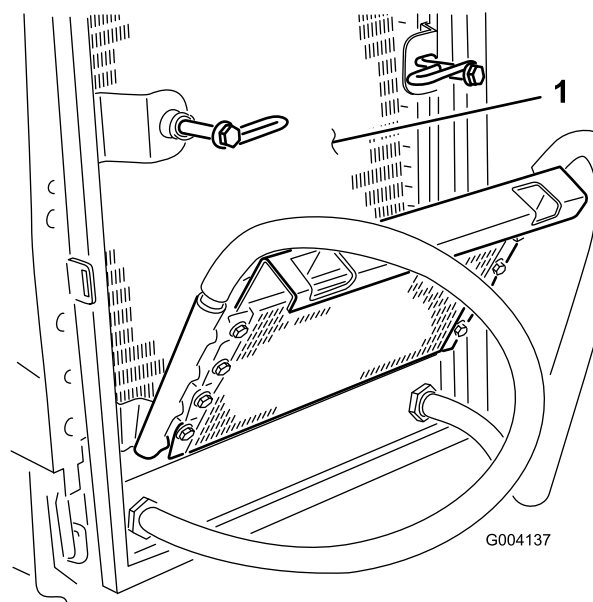

図 73
6. オイル・クーラとラジエターの裏表を（図 73）圧縮空気ですていねいに清掃する。